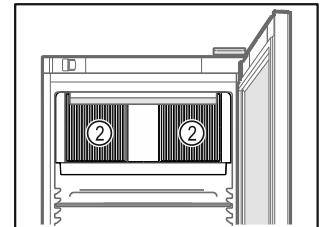

Fig. 71
- Mantenere libere le fessure di ventilazione Fig. 71 (2) della ventola di ricircolo nel vano interno.